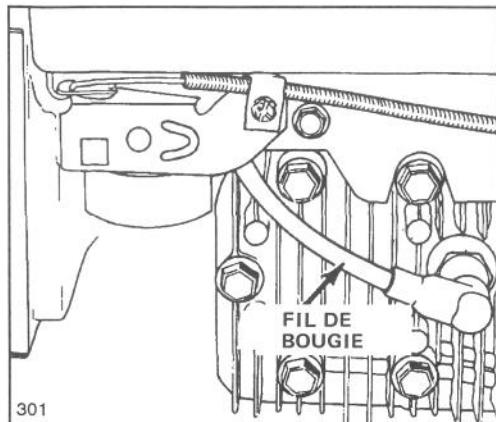

Figure 19
1. Arrêter le moteur et débrancher le fil de bougie (Fig. 19).
1. Arrêtez le moteur et débranchez le fil de haute tension de la bougie (Fig. 19).
1. Arrêtez le moteur et le laisser refroidir. Débranchez le fil de la bougie (Fig. 19).